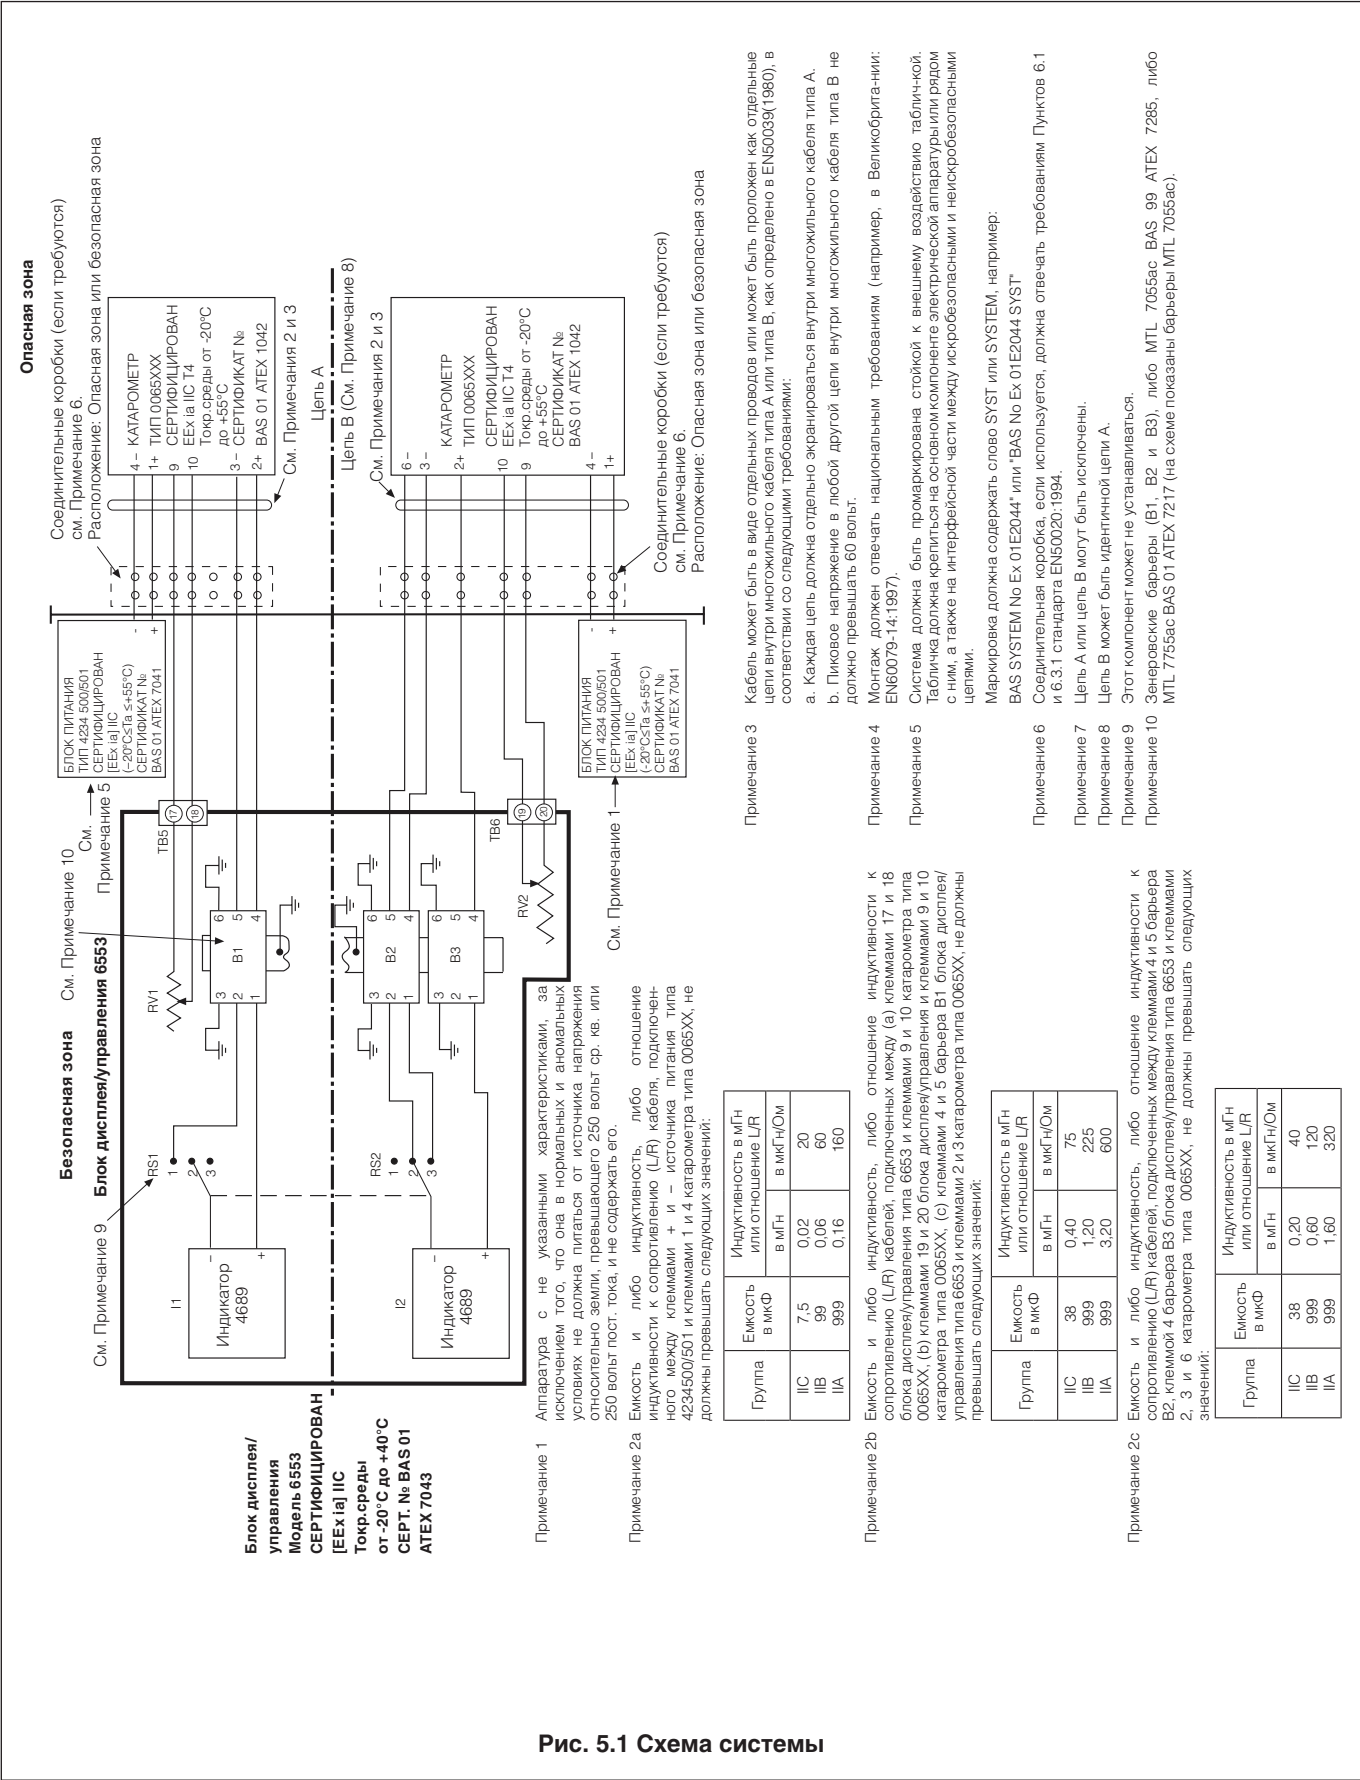

Рис. 5.1 Схема системы
5.1 Электрические соединения – Рис. 5.1
На Рис. 5.1 показаны требования к соединительным кабелям для системы газового анализатора АК100, которые должны строго соблюдаться. Также приведены подробные сведения о требованиях к кабелям, которые следует строго выполнять – см. Раздел 5.2.1. После завершения прокладки кабелей, проверьте проводимость заземления и состояние изоляции всех цепей на соответствие необходимым местным электрическим стандартам для искробезопасных цепей. Отдельные блоки системы анализатора должны быть соединены, как показано в Разделах 5.1.1, 5.1.2 и 5.1.3.
Выполните электрические подключения в соответствии с информацией, приведенной на монтажных схемах Рис. 5.1 и 5.3, и сведениями о кабелях в Разделе 5.2.1.
На соединительные кабели между различными блоками системы газового анализа накладываются строгие ограничения, обусловленные требованиями сертификации по искробезопасности. Они перечислены ниже и подробно описаны на Рис. 5.1.
На выбор кабелей для проводки накладываются ограничения, обусловленные параметрами сертификации. Особое внимание необходимо обратить на то, чтобы технические характеристики кабеля, используемого для отрезков соединительной проводки, не превышали ограничений для параметров сертификации – см. Примечания 2а, b и c на Рис. 5.1.
- 1) Общая емкость и индуктивность или отношение индуктивности к сопротивлению (L/R) кабелей, соединяющих блок катарометра с клеммами опасной зоны блока дисплея (ТВ2) и клеммами блока питания (ТВ1) не должны превышать значений, указанных на Рис. 5.1.